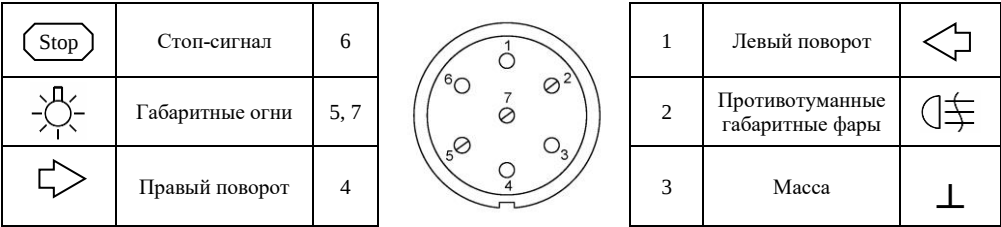

Рис.2.
- подключить провода от клемм розетки к бортовой сети автомобиля в соответствии со схемой Рис.2 с помощью разветвителей проводов;